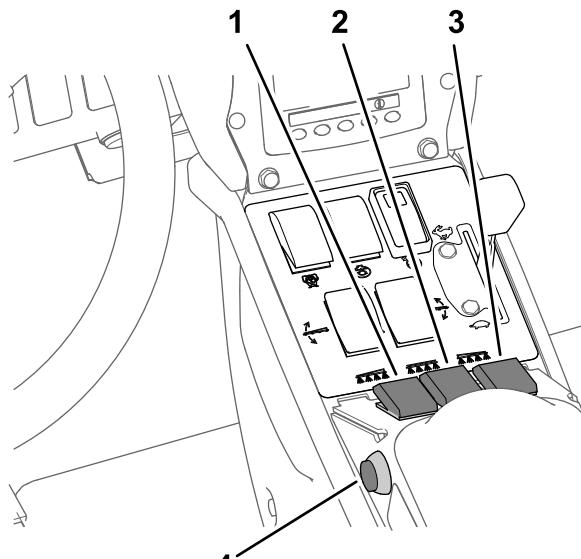

図 47
2. ボタン2を押して次のステップへ進む図47。
1. マスター・ブームスイッチを ON にセットする図47。
3. マスター・ブームスイッチを OFF にセットする図47。